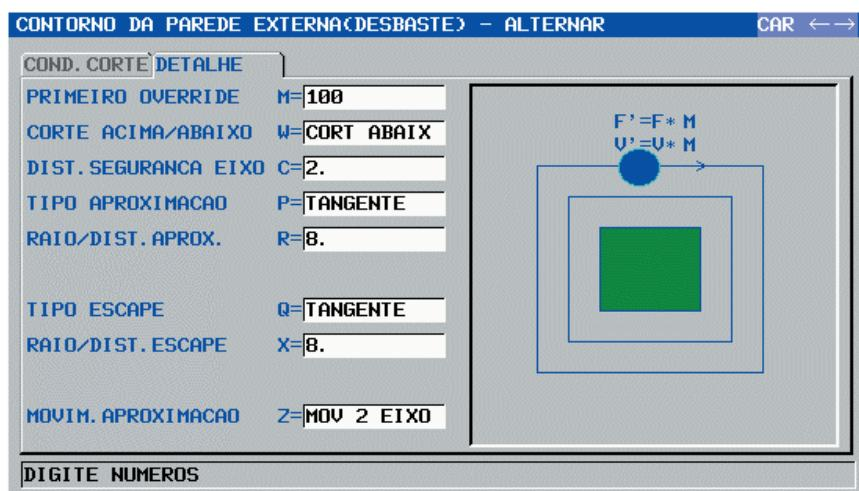

Figura 33 - Janela “DETALHE” - Ciclo de Contorno Aberto
- Preencher os campos conforme a figura 33